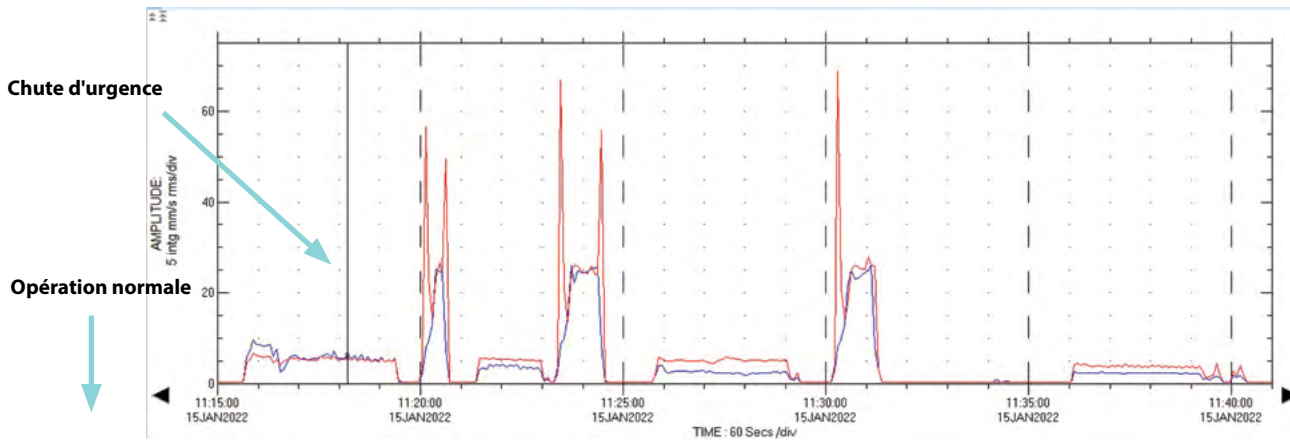

Figure 3: Tendances globales des vibrations du boîtier au niveau IB du ventilateur de freinage
La Figure 2 montre les accéléromètres temporaires montés sur le palier extérieur (OB) du ventilateur de freinage. Un dispositif similaire a été installé sur le palier intérieur (IB). Le montage initial ne comprenait pas de keyphasor[®]. Les Figures 3 et 4 représentent les tendances globales de vibration de la carcasse au niveau des paliers IB et OB du ventilateur, respectivement, pendant le fonctionnement normal et d'urgence.